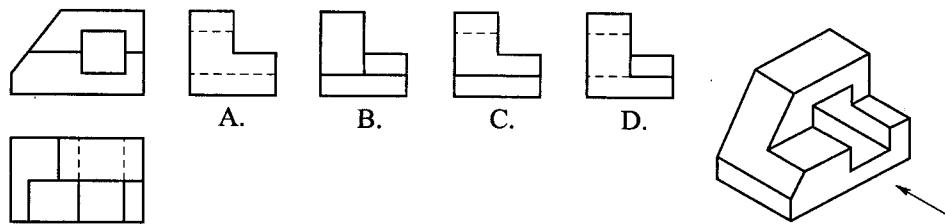

图 I-9
17. 根据如图 I-9 所示的主、俯视图及立体图判断，正确的左视图应是_____。